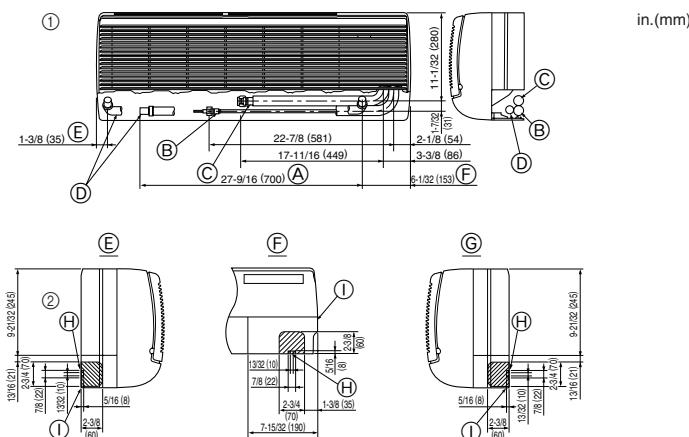

Fig. 4-4
■ PKFY-P12/P15NGMU-E (Fig. 4-4)
- ① Position des tuyaux de réfrigérant et d'écoulement
- (A) Longueur totale de tuyau flexible
- (B) Tuyau à liquide
- (C) Tuyau à gaz
- (D) Tuyau flexible d'évacuation
- ② Déterminer la position des orifices à dégager sur le corps de l'appareil.